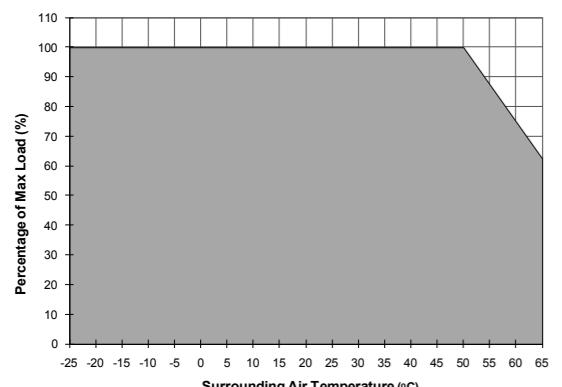

Figure 6
Betriebstemperaturbereich (Umgebungstemperatur)	-25°C bis +65°C (Leistungsherabsetzung gemäß Abb. 6)
**5.4. Temperaturverhalten (Abb. 6)**